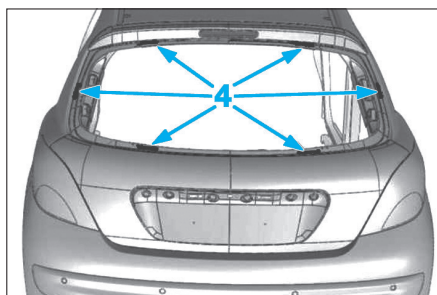

FIG. 41
- Appliquer le cordon de colle sur le pare-brise avec une hauteur (E) de 12 mm.
- Positionner les cales (4) comme à l'origine (Fig.41).